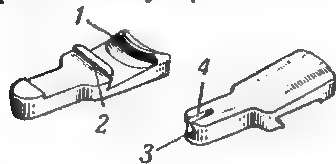

Рис. 24. Выбрасыватель:
25. Выбрасыватель с упором и пружиной (рис. 24) служит для извлечения гильзы из патронника и удержания ее в чашечке остова затвора при движении затвора назад. Он имеет: зацеп для захватывания за край гильзы; выступ, ограничивающий смещение выбрасывателя вперед и в стороны; гнездо для конца упора; продольный вырез.